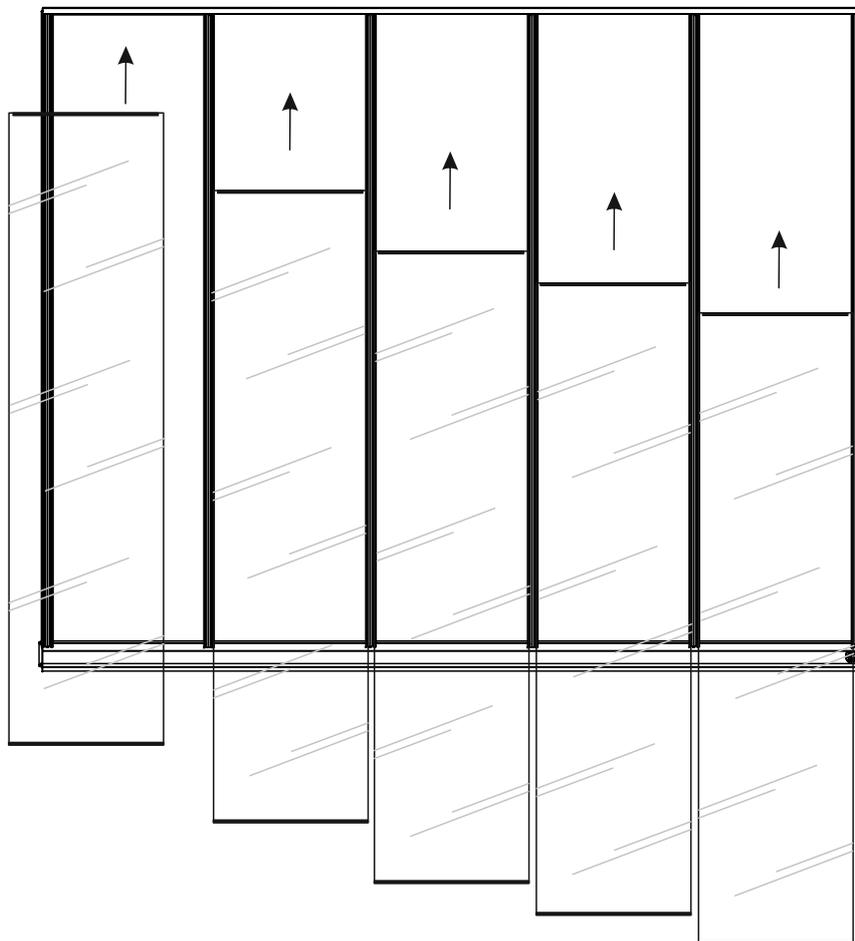

Abb. 1
1. Beginnen Sie mit den Dachplatten an einer Außenseite. Beachten Sie dabei, dass die Seite mit der Klickleiste KL-A935 an der Wandprofilseite anliegt und die Seite der Platte mit der Klickleiste KL-A980 an den Rinnenprofil anliegt. Siehe Abb. 1.
1. Entnehmen Sie die Wandprofil-Gummidichtung aus dem Eimer mit Wasser und führen Sie diese in die dafür vorgesehene Fuge in dem Wandprofil ein. Schneiden Sie abschließend die überstehenden Enden ab. Siehe Abb. 1.